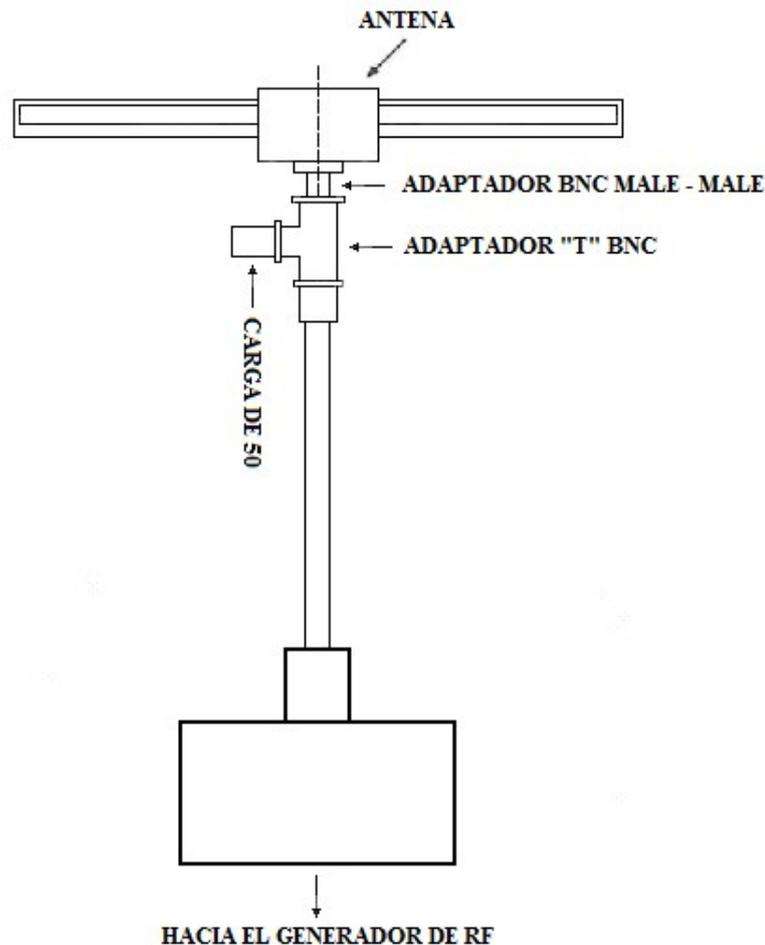

Figura 7.1 Uso de la línea Lecher como Stub de simetrización.
2. Conecte una de las entradas *Female* del adaptador "T" al soporte coaxial vertical de antenas y en la otra un adaptador BNC Male - Male y encima de este el dipolo simple (ver *Figura 7.1*). Conecte en la entrada *Male* del adaptador "T" un adaptador BNC Female - Female y junto con este la carga de 50Ω .